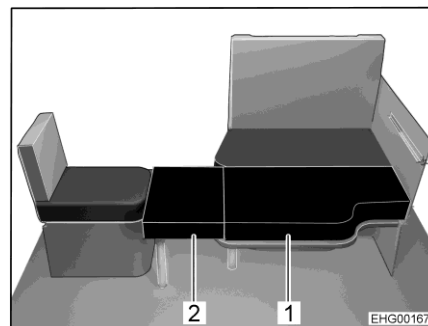

Bild 69 Efter ombyggnaden
Den längsgående sittbänken kan byggas om till extrasäng tillsammans med enkelsätet till sidan och hängbordets nedsänkta bordsskiva. För att skapa sängytan behövs två extra dynor. En av extra dynorna (Bild 69,2) har ett utfällbart fotstöd och en hållvinkel. Den andra extra dynan (Bild 69,1) placeras på bordsskivan.
- Fäll ihop fotstödet på den lilla extra dynan (Bild 69,2).
- Haka fast extra dynans hållvinkel (Bild 69,2) i enkelsätet och placera extradynan på bordsskivan.
- Placera den andra extra dynan (Bild 69,1) på bordsskivan.